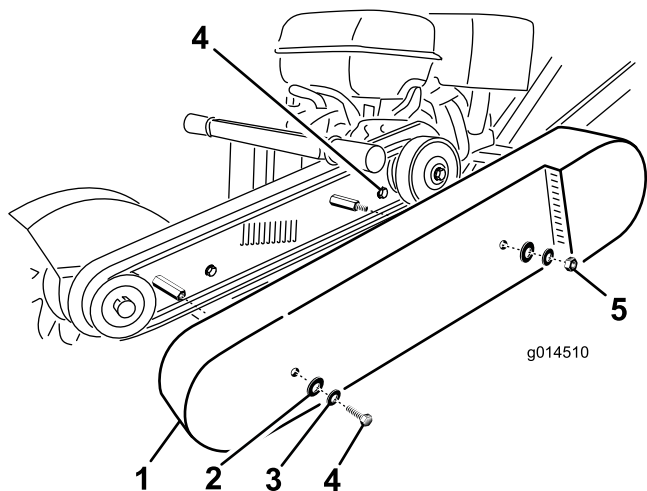

Figura 19
2. Retire los tornillos de retención del protector de la correa (Figura 19).